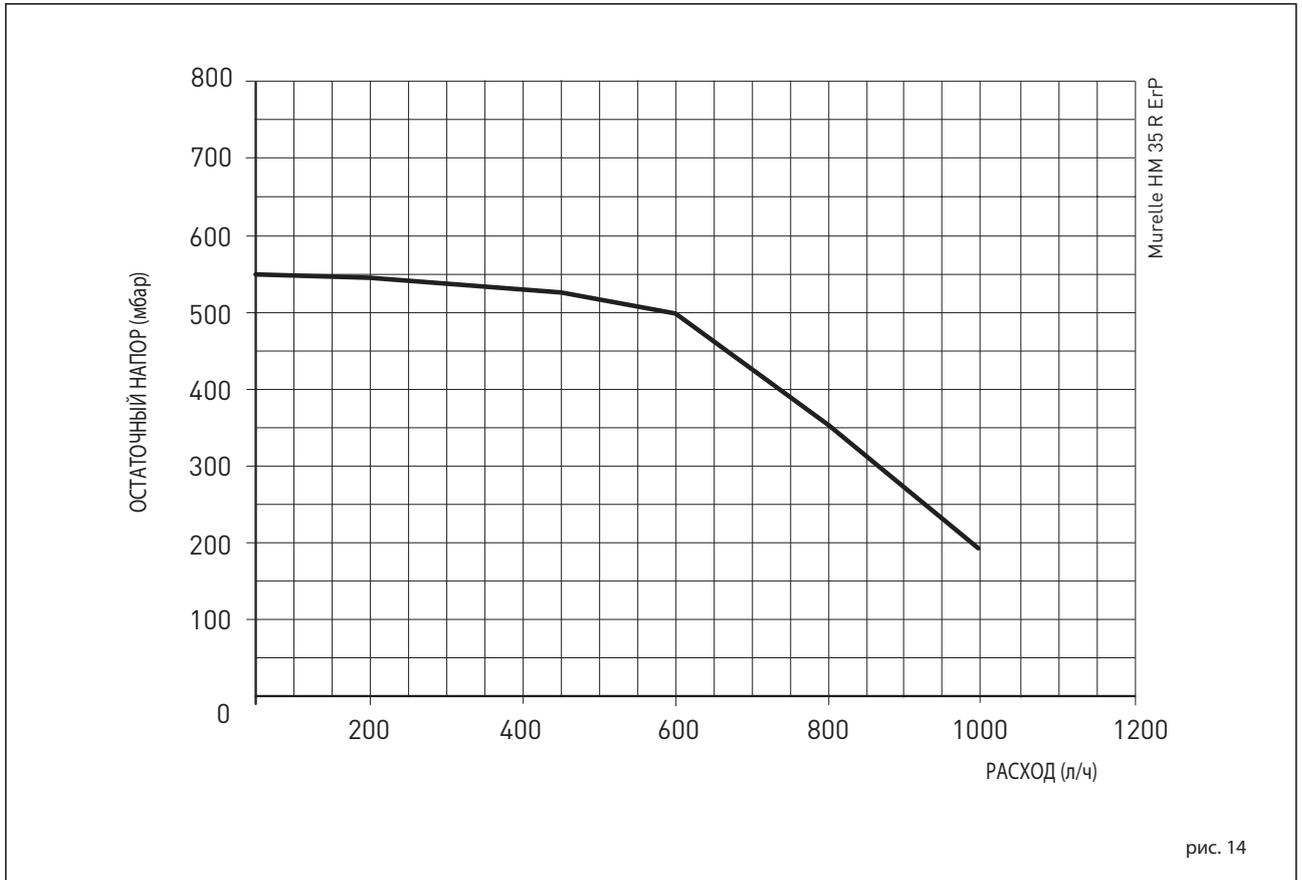

рис. 14
3.8 ИМЕЮЩИЙСЯ НАПОР (рис. 14)
установки представлен, на основании расхода, графиком на рис. 14. Скорость модуляционного насоса системы задана на значение по умолчанию (ПАР 13 =